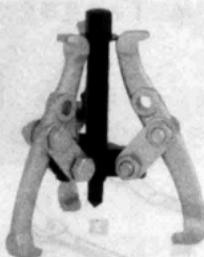
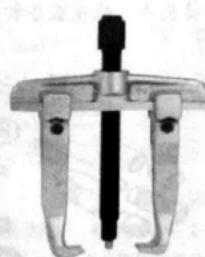

图 1-20
图 1-21
2. 把下面所示工具和词组中相应的名称匹配起来：图 1-20 手柄；图 1-21 座架。
顶拔器（图 1-20、图 1-21）由拉爪、座架、丝杆、手柄等组成。顶拔器一般用于拆卸配合较紧的轴承、齿轮等机件。